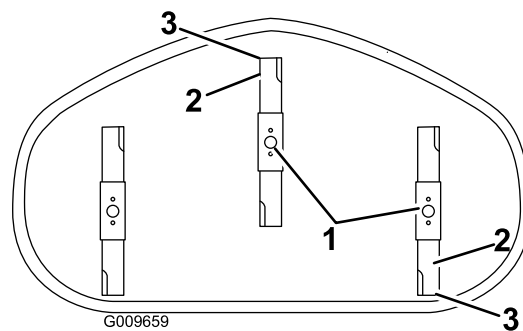

Figura 54
- 4. Gire cuidadosamente las cuchillas colocándolas en el sentido de avance de la máquina (Figura 54).
- 5. Mida entre la punta de la cuchilla delantera y la superficie plana y entre la punta de la cuchilla trasera y la superficie plana (Figura 54). Si la punta de la cuchilla delantera no está entre 1,6 a 7,9 mm (1/16" a 5/16") más baja que la punta de la cuchilla trasera, ajuste la contratuerca delantera.
entre 1.6 y 7.9 mm (1/16" y 5/16") más baja que la punta de la cuchilla trasera (Figura 54).